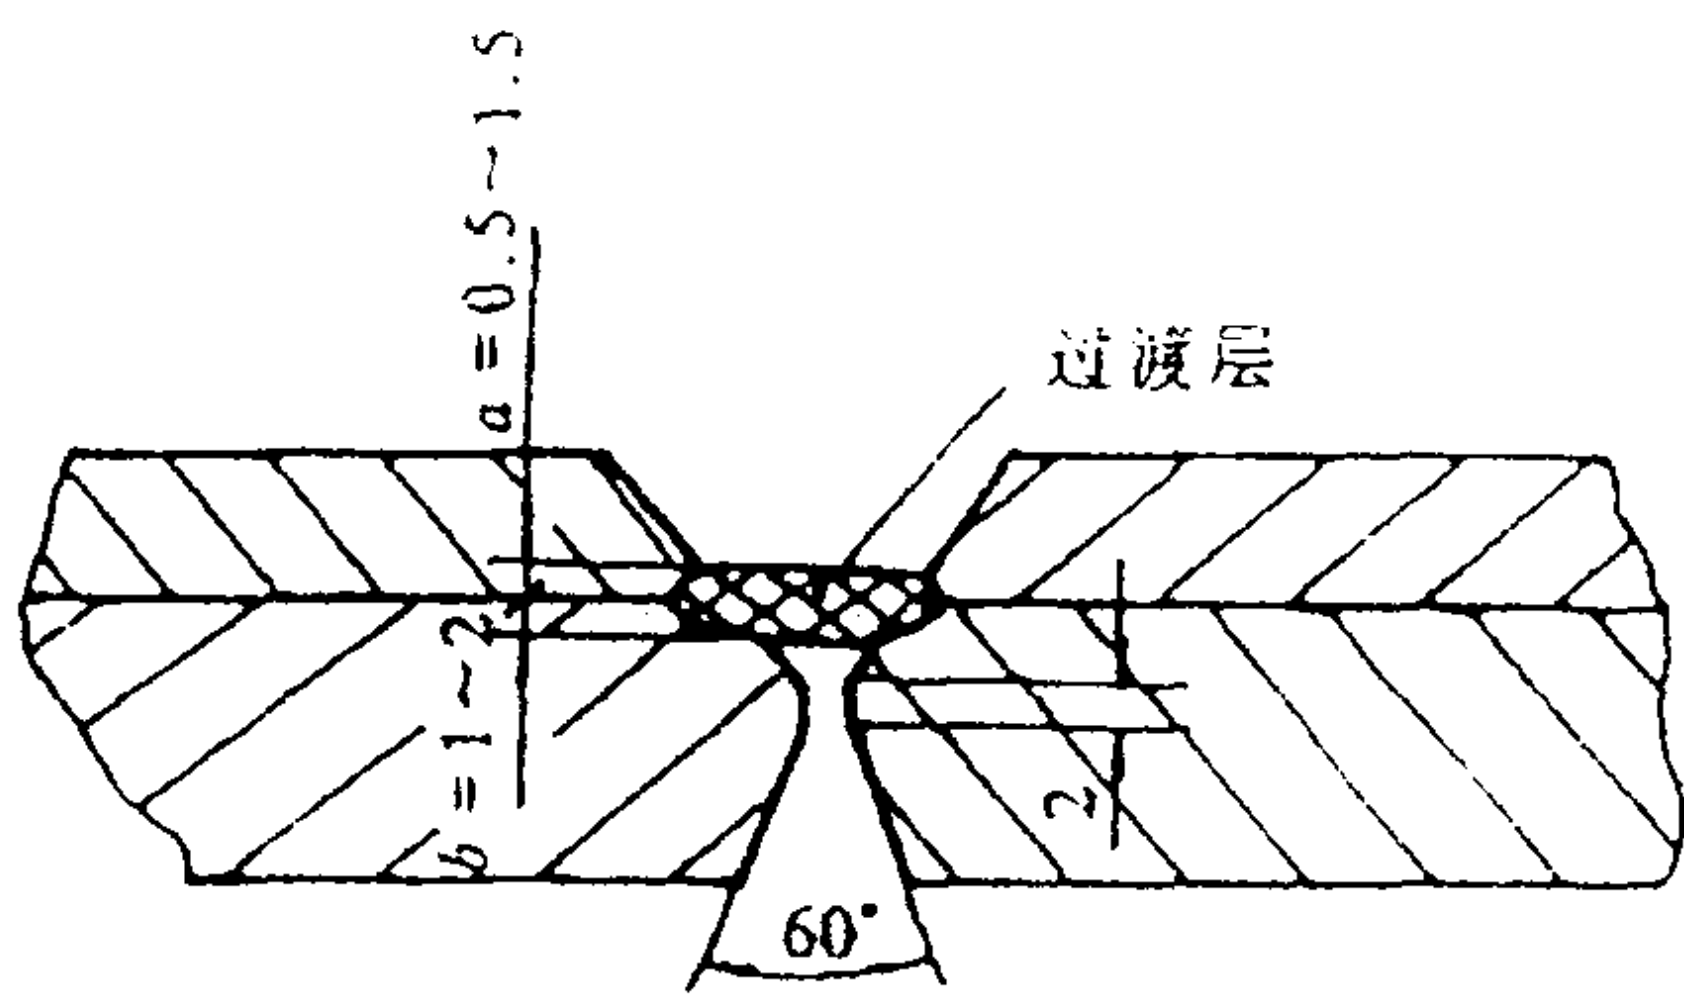

图 1
1、现行标准。目前,焊制不锈钢复合钢板所遵循的标准是 GB8165—87《不锈钢复合钢板》和 GB/T13148—91《不锈钢复合板焊接技术条件》,上述技术条件对过渡层的焊接提出了具体要求,如“焊道根部或面部应距复合层 1~2mm,过渡层的厚度应不小于 2mm”,“过渡层的熔焊金属必须完全盖满碳钢层,碳钢处  $b=1.5\sim 2.5\text{mm}$ ,盖过不锈钢与碳钢交界面  $a=0.5\sim 1.5\text{mm}$ ”推荐的坡口形式及尺寸如图 1 所示。